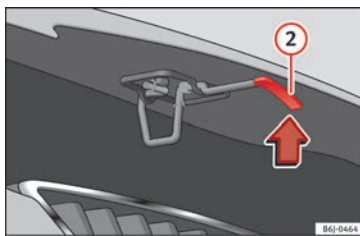

Bild 6 Spak under motorhuv
- Lyfta upp motorhuv: tryck frigöringsspärren på motorhuvens undersida uppåt » **bild 6** (2). Bromskroken på motorhuvens undersida lossas.